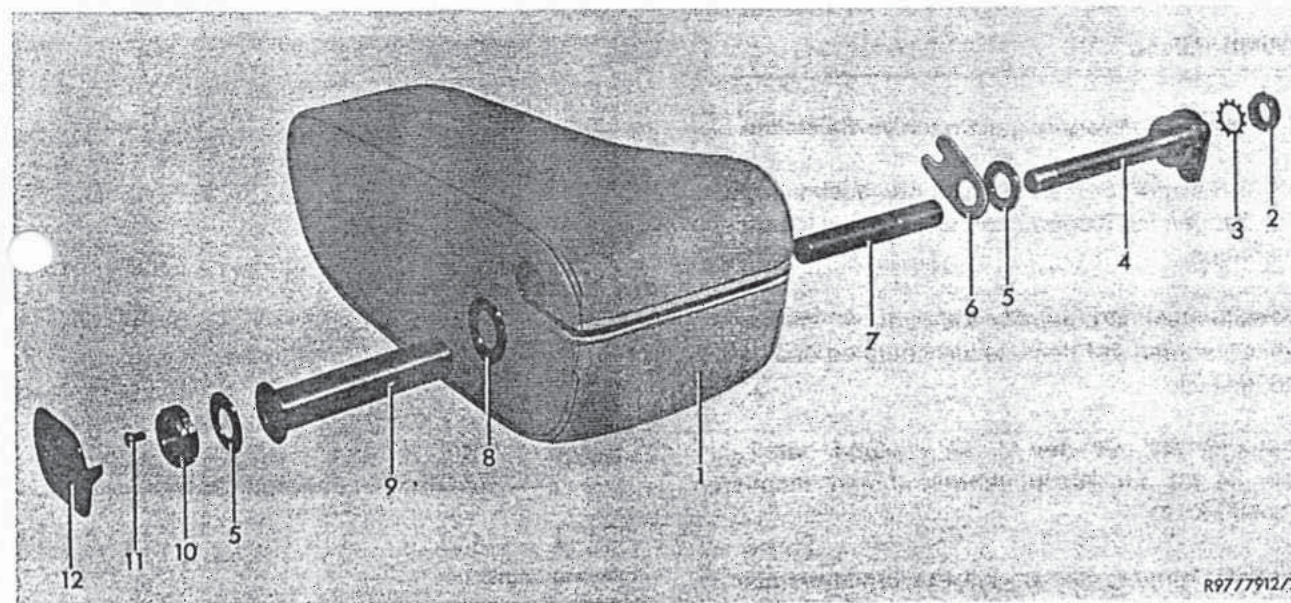

Bild 4
10 Armlehne (1) mit den Befestigungsteilen (5 bis 12), in der Reihenfolge wie in Bild 4 ersichtlich, montieren, dabei Nutmutter (10) und Schraube (11) mit dem vorgeschriebenen Anziehdrehmoment anziehen.